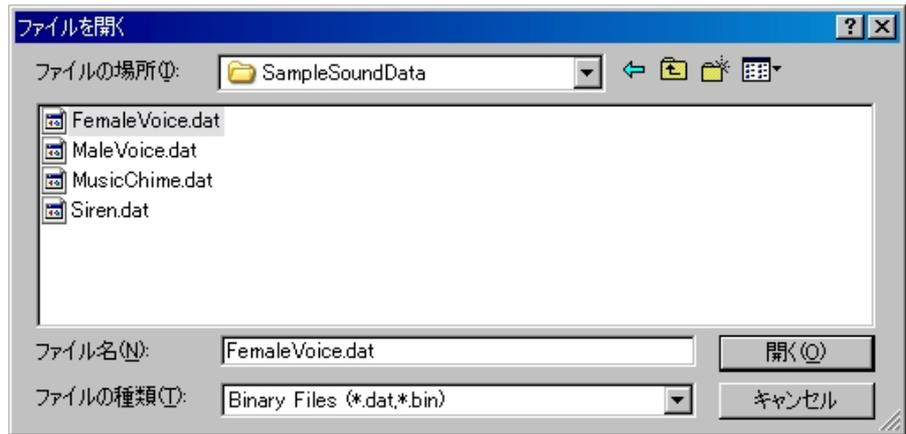

図 4.3.1.2.2-2 TCH 用ファイル選択画面
- (1) シーケンス編集画面“TCH 用ファイル”の[検索]ボタンをクリックすると、図 4.3.1.2.2-2 の TCH 用ファイル選択画面が開きます。
- (2) ファイル一覧の中から使用する TCH 用ファイルをクリックし、[開く(O)]ボタンをクリックすると、TCH 用ファイルが読み出されます。シーケンス編集画面の“TCH 用ファイル”に、ファイル名、データ長、およびフレーム数が表示されます。